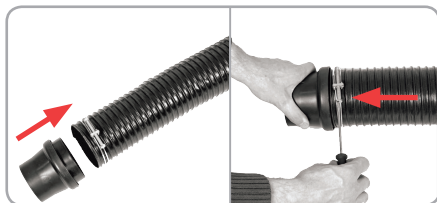

Fig.12
- Dacă racordați aparate cu un racord de aspirație cu diametrul de 100 mm la instalația de aspirație, așezați colierul de prindere peste furtunul de aspirație. Introduceți acum adaptorul pentru racordare până la refuz în furtunul de aspirație și asigurați-l prin strângerea colierului de prindere a furtunului (Fig. 12). Poziționați acum adaptorul pentru racordare pe racordul de aspirare al aparatului respectiv.